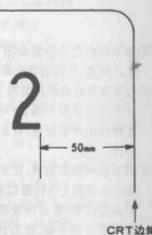

图23
- 步骤: ①将电视机频道设定于 2;
②用遥控器呼出频道文字表示, 让其(大尺寸)表示于屏幕右上角处;
③调节 R 1017, 使所表示的文字移至离 CRT 边缘 50 mm 处, 如图 23 所示。